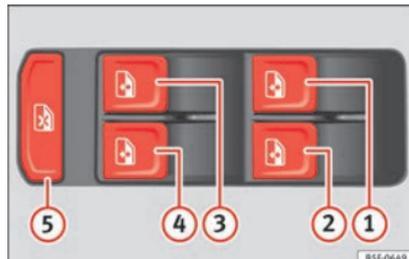

Fig. 128 Pormenor da porta do condutor: comandos para os vidros dianteiros.
Ao pressionar o botão de segurança  **»» Fig. 128** pode desativar os comandos nas portas traseiras. Ao pressionar novamente o botão de segurança  ativam-se novamente os comandos das portas traseiras.
- Ao viajar com crianças nos bancos traseiros, recomenda-se que, por razões de segurança, se utilize o botão  **»» Fig. 128**, que desativa os comandos dos vidros traseiros.